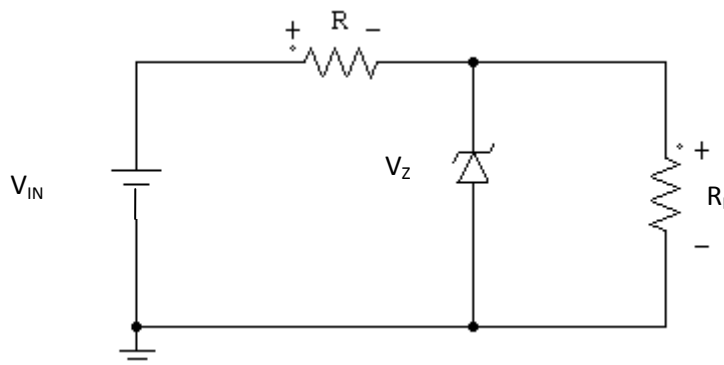

Figura 1.16
1. Monta el circuito de la figura 1.16.